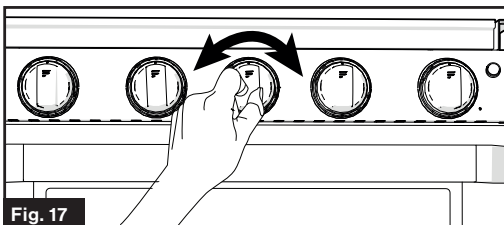

Fig. 17
4. Gire la perilla de control del quemador para ajustar la llama al nivel deseado. (Fig. 17)